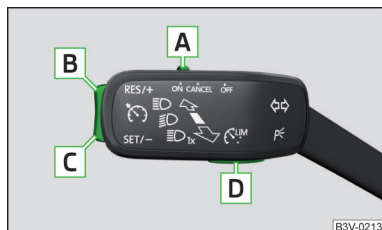

Fig. 293
Prezentare generală a elementelor de operare a GRA » fig. 293
- Prin acționarea tastei **D** » fig. 293 în timpul menținerii, aceasta se întrerupe și se activează limitarea vitezei.